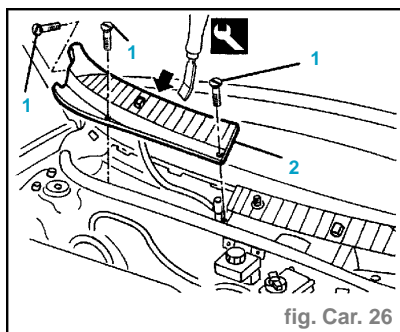

fig. Car. 26
- Dévisser les vis de fixation du placage droit (1) (fig. Car. 26).
- Déchausser le placage des retenues avec l'instrument propre et l'enlever (2).